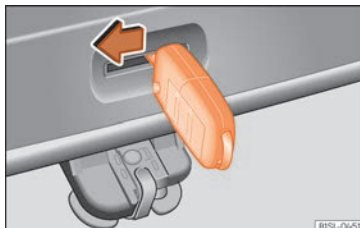

Fig. 75 Desde el maletero: desbloqueo de emergencia del portón trasero.
- Introduzca el espadín de la llave en la abertura del portón trasero »» **fig. 75** y presione la palanca de desbloqueo en el sentido de la flecha para desbloquear el portón trasero.